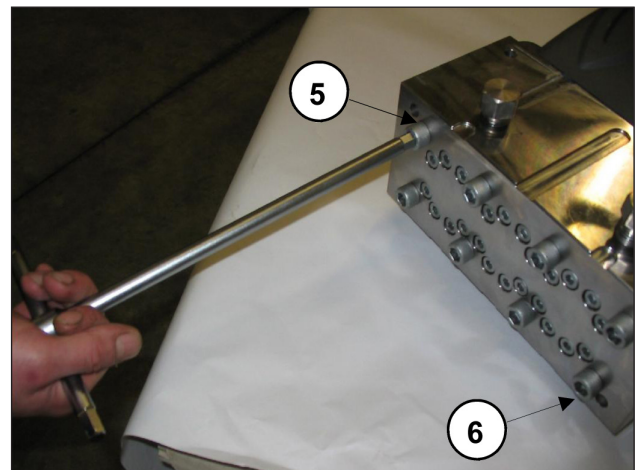
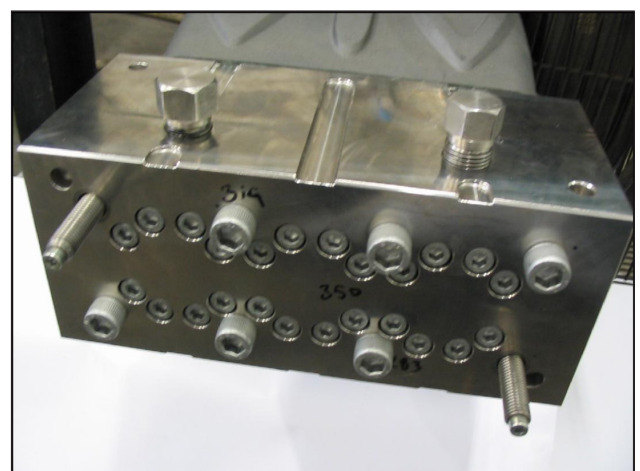

Fig. 17
Fig. 18
- Solte os parafusos de fixação do cabeçote M12x260 n° 5 e n° 6, conforme indicado na Fig. 17, substituindo-o por dois parafusos-tomadas de serviço (cód. 27508200), conforme indicado na Fig. 18. Em seguida, proceda com a remoção dos parafusos restantes.